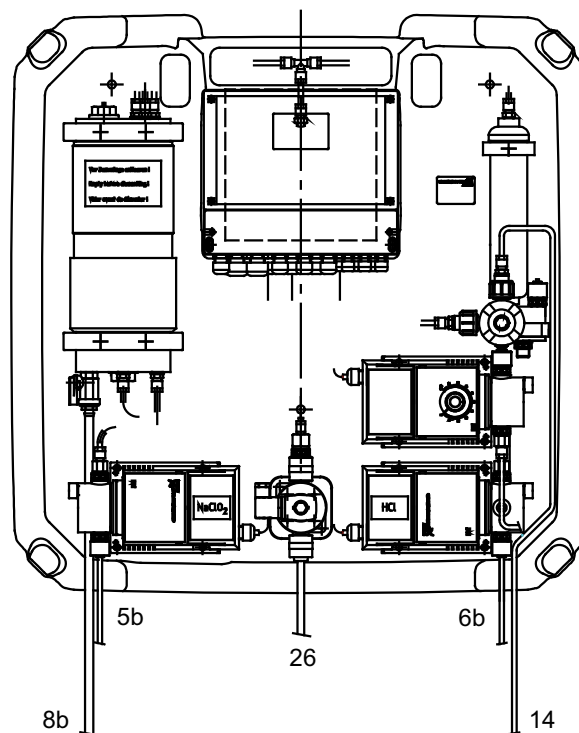
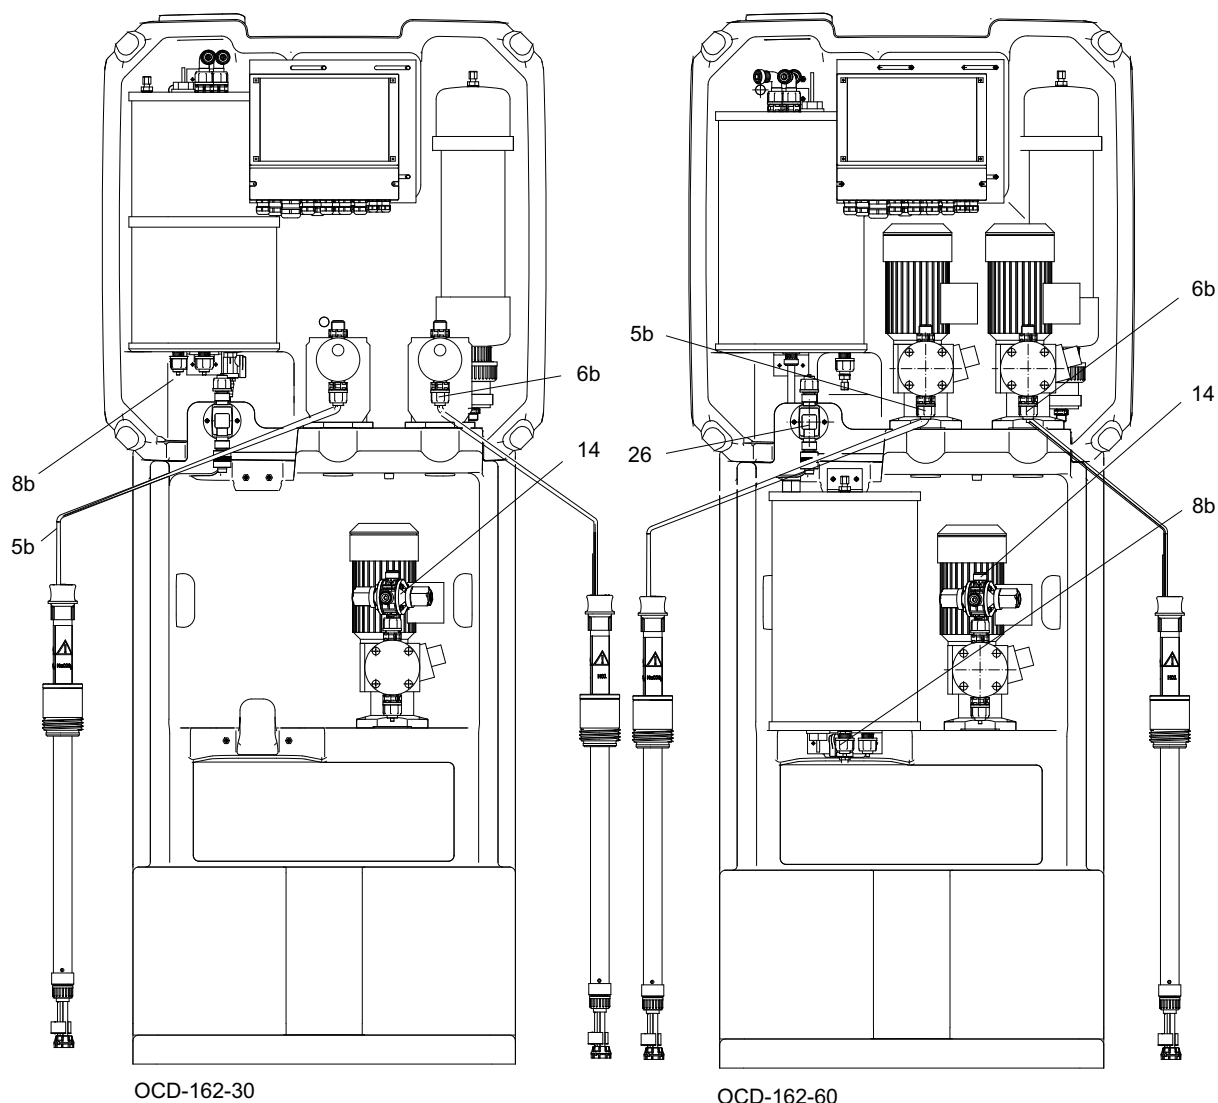

Рис. 5 Гидравлические соединения системы Oxiperm Pro (OCD-162-5, -10)
Рис. 6 Гидравлические соединения системы Oxiperm Pro (OCD-162-30, -60)
- шланг разбавляющей воды на электромагнитном клапане (рис. 5 и рис. 6, поз. 26)
- шланги для обеих всасывающих линий дозирочных насосов (рис. 5, поз. 5b и 6b)
- линия дозирования раствора  $\text{ClO}_2$  (между дозирочным насосом для дозирования  $\text{ClO}_2$  и инжекционным клапаном на главном трубопроводе или к устройству регулирования расхода в модуле смешивания, или к внешнему дозирочному резервуару). (рис. 5 и рис. 6, поз. 14)
- шланг на выпускном кране резервуара-накопителя (устанавливается только для промывки и вентиляции) (рис. 5, поз. 8b).